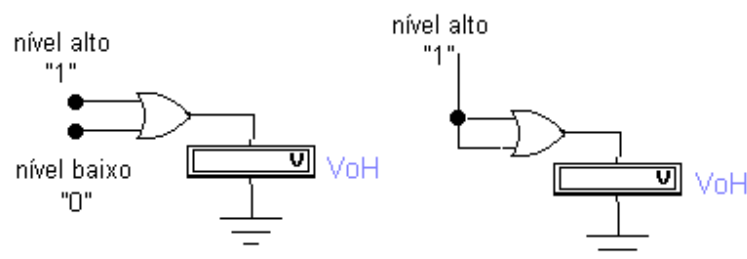

Figura 2 Dois circuitos para a medição de V_{oH} em uma porta OR.
3.2.3 Refaça, na folha de resposta, os desenhos do circuito montado de acordo com o CI utilizado. Nas Figuras onde são apresentadas duas configurações de circuitos para a mesma medida, no caso do exemplo Figura 2, observem qual a configuração que fornece a medida mais crítica (medida que se aproxima mais do limite indicado pelo fabricante) anotem esse valor na Tabela I, e procurem discutir sobre a razão pela qual esses valores serem diferentes.